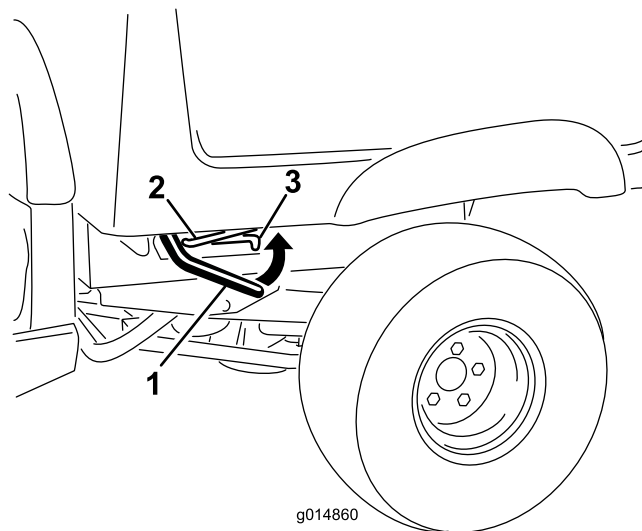

Bild 14
1. Heben Sie den Hebel an beiden Seiten der Ladepritsche an und heben Sie die Ladepritsche an (Bild 14).
2. Ziehen Sie die Stützstange in die Auskerbung, um die Staubox zu befestigen (Bild 14).